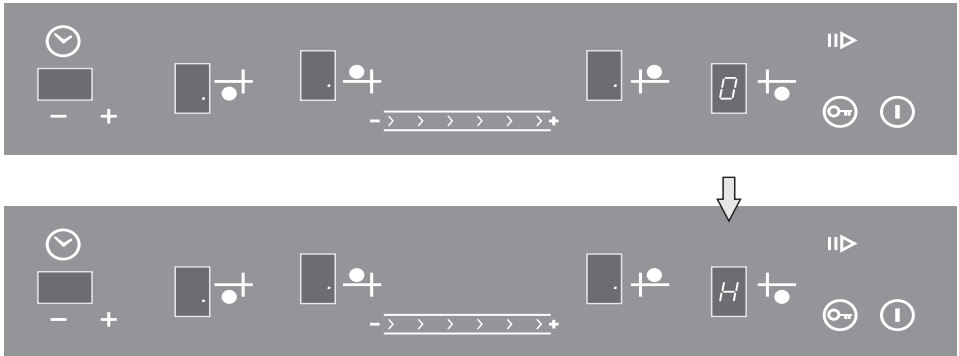

Рис. 7
После выключения конфорки в окне индикации ③ (рис. 7) высвечивается буква «Н» (от англ. hot – «горячий»). Индикация «Н» гаснет, когда температура рабочей зоны становится безопасной.